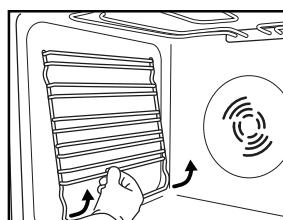

Fig. 3
1. Quite las rejillas portaaccesorios laterales (Fig. 3).